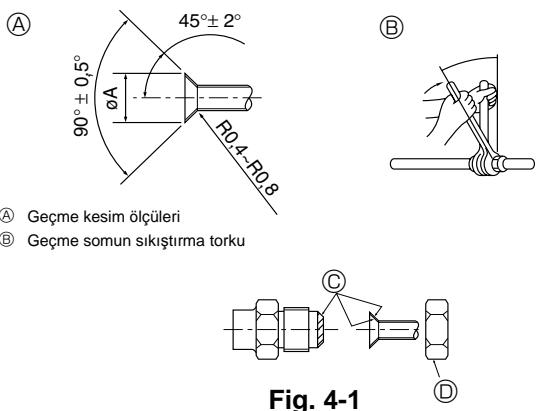

Fig. 4-1
(A) (Fig. 4-1)
(B) (Fig. 4-1)
4.2. Boruların bağlanması (Fig. 4-1)
- Boru bağlantılılarını iki somun anahtarıyla sıkıniz. (B)
- Bütün geçme yatağı yüzeyine soğutucu makine yağı sürün. (C)
- Aşağıdaki boru büyükliklerine uygun geçme somun kullanın. (D)